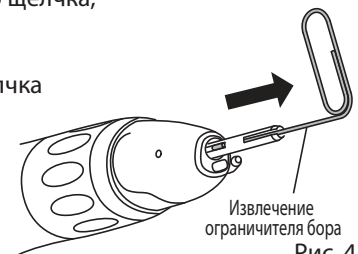

Рис. 4
- 2) Вставьте инструмент для извлечения ограничителя бора, поставляемый с наконечником, в цангу, расположите инструмент в прорези ограничителя и вытяните его. (Рис.4)